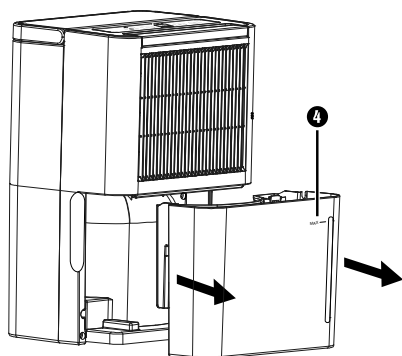

Fig. 2
- ♦ Tag forsigtigt vandbeholderen **4** ud af produktet ved hjælp af de forsænkede greb på siden (se fig. 2).